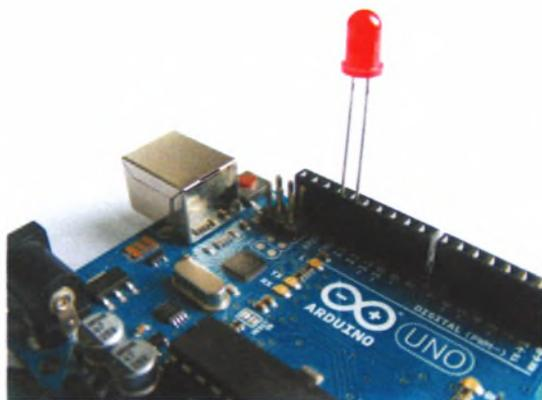

Рисунок 0.7
1. Вставьте длинную ножку (также известную как +5 В, положительный контакт или *анод*) светодиода в контакт **13** на плате Arduino, как показано на рис. 0.7. Подключите короткую ножку (также известную как отрицательный контакт или *катод*) к контакту **GND** (рядом с контактом **13**).